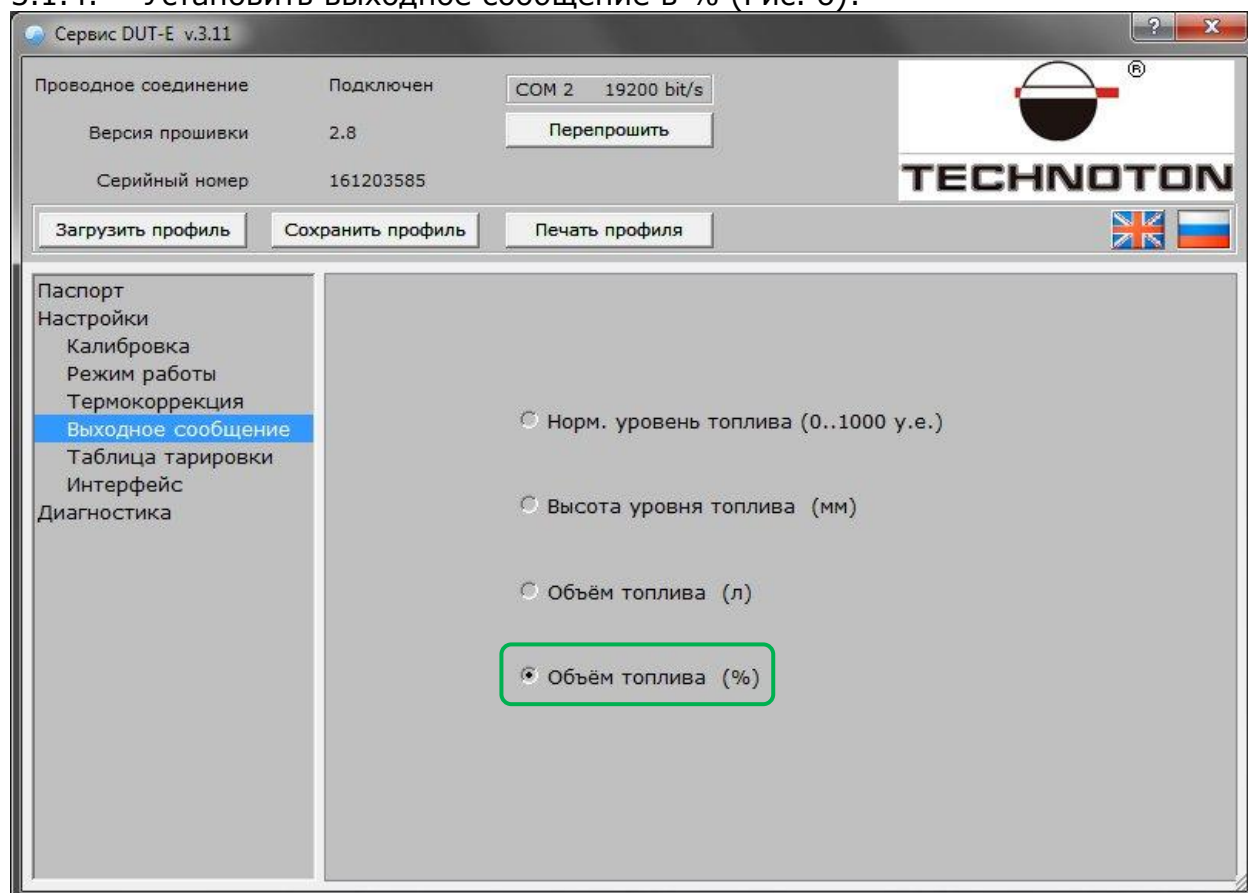

Рисунок 6
3.1.4. Установить выходное сообщение в % (Рис. 6):